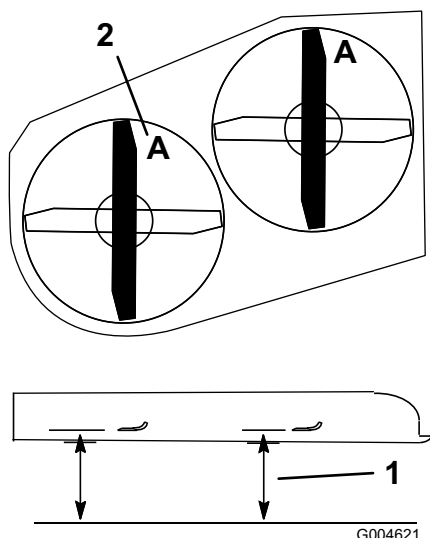
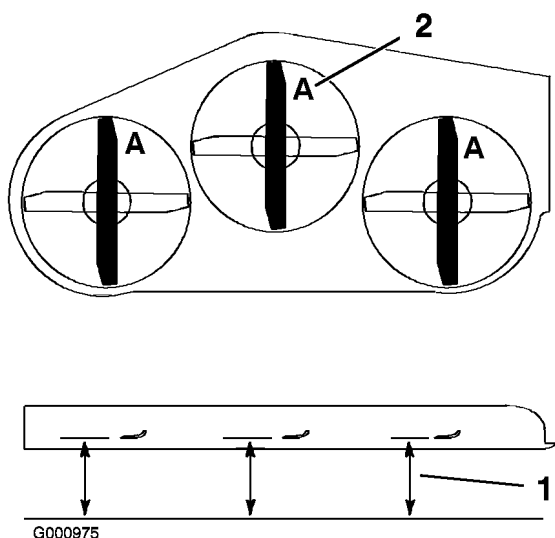

Figura 54
Figura 55
14. La cuchilla de la derecha debe estar a la misma altura que la cuchilla de la izquierda cuando ambas están orientadas hacia adelante (Figura 54 o Figura 55).
3. Gire las cuchillas hasta que los extremos estén orientados hacia adelante y hacia atrás (Figura 54 o Figura 55). Mida desde una superficie nivelada hasta el filo de corte, con las cuchillas en la posición **A** (Figura 54 o Figura 55). Anote esta dimensión.